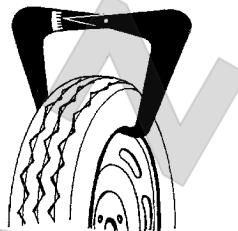

Рисунок 5.6 – Измерение ширины колеса кронциркулем
*Измерить ширину колеса с помощью кронциркуля, рисунок 5.6. Нажимая клавиши **[◀]**, **[▶]** ввести ширину. Нажать клавишу **[ВВОД]**. Если клавиша **[ВВОД]** не будет нажата, размер будет зафиксирован автоматически через несколько секунд. Для отмены нажать клавишу **[ОТМЕНА]** до звукового сигнала.*